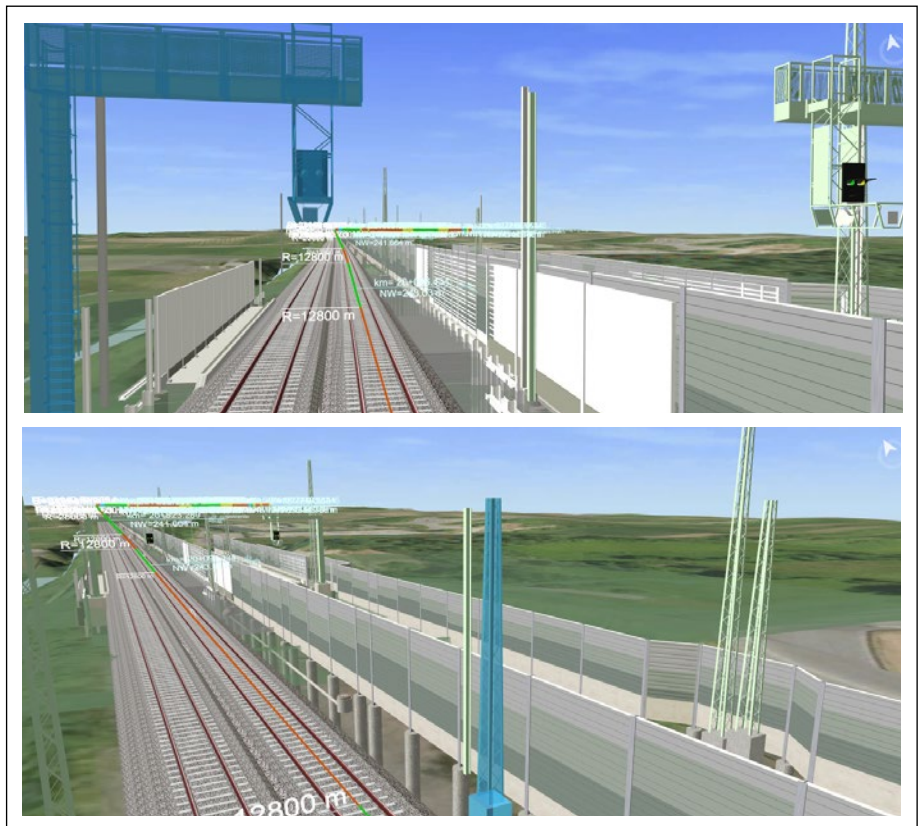

Abb. 3: Fachmodell OLA und LST
- In diesen Fachmodellen (Abb. 3) erkennt man die Anforderungen: Die Positionen der punkthaften Fachobjekte Oberleitungsmast, Signal, usw. werden auf Basis der Fachplanung Trassierung exakt berechnet und nicht über statische absolute Koordinaten platziert. Damit ist zum einen die infrastrukturetypische Vernetzung zum Gleis gegeben und zum anderen die Fachplanung in ihrer originalen Form enthalten. Ein Informationsverlust findet nicht statt.